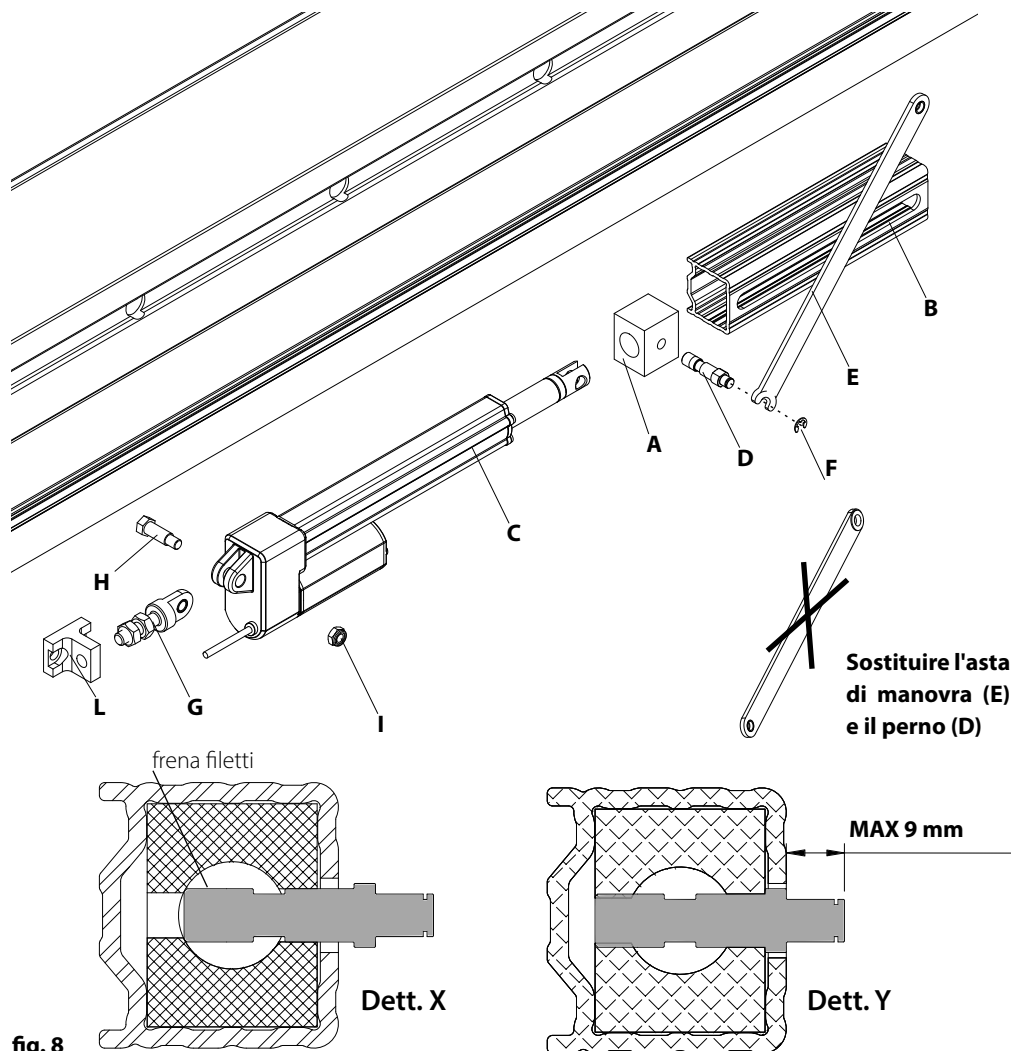

fig. 8
- Seguire le stesse operazioni di fig. 8.